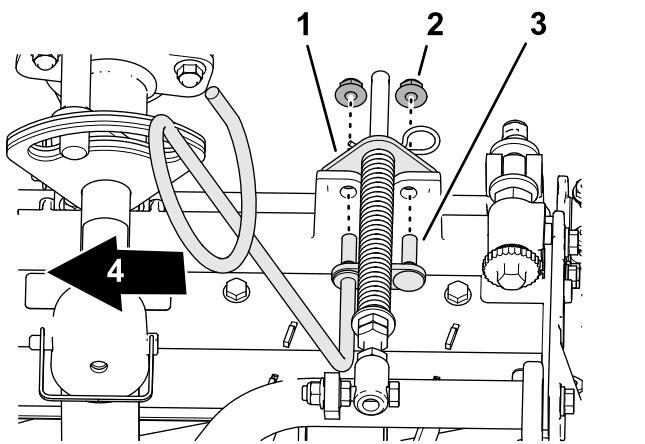

Рисунок 10
- 5. Совместите шпильки левой направляющей шланга с отверстиями в раме режущего блока и кронштейне компенсатора состояния грунта (Рисунок 10).